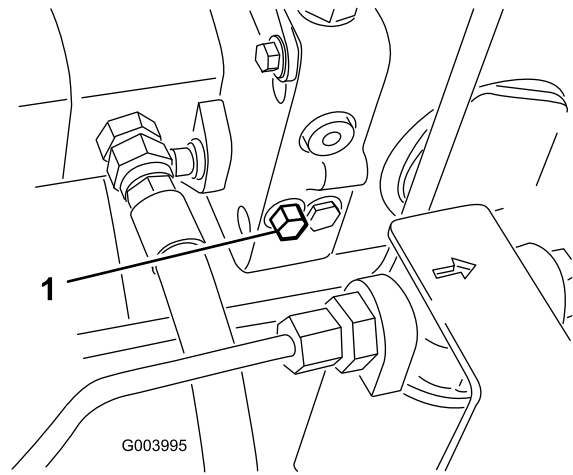

Figura 37
1. A válvula de derivação está localizada no lado esquerdo do hidrostato (Figura 37). Rode o parafuso 1,5 voltas para abrir para permitir a passagem do fluido internamente.